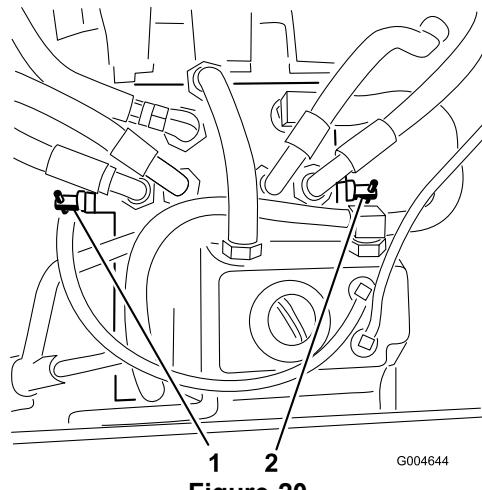

Figure 20
- Tournez les **deux** vannes de dérivation de 2 tours dans le sens anti-horaire (Figure 20). Cela permet au liquide hydraulique de contourner la pompe et aux chenilles de tourner.
Tournez chaque vanne de dérivation d'un tour dans le sens horaire et serrez-les à la main (couple de serrage de 8 Nm (71 po-lb) approx.) (Figure 20).